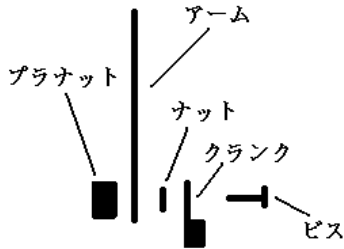

図 1 アームの展開図
- ④アーム A、B を組み立てます。アームのほかにクラック、3×10mm 丸ビス、3mm ナット、プラナット（ユニバーサルアームセットに入っている歯車のようなプラスチック製のナット）を用意し、まず、クラックにビスを図 1 の向きに挿入してナットで固定します。これを 2 セット作ります。次に、そのクラックとプラナットでアームを図 1 のように挟んでしまいます。プラナットはビスにねじ込んでください。すると写真 7 のような複合パーツができ、ビスを回転軸としてアームが回転するようになるはずですが、プラナットは最後までねじ込むのではなく、アームが滑らかに回転する位置で止めてください。こうして組み立てられたアームを改めてアーム A、アーム B と名付けます。